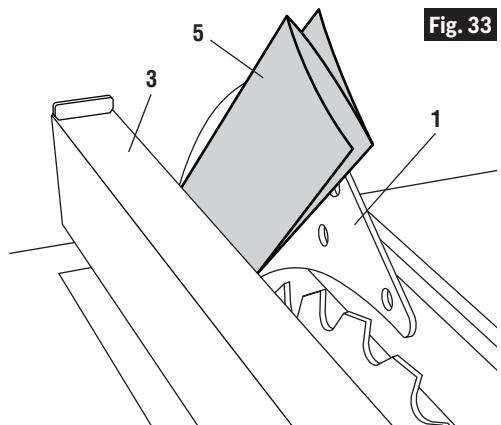

Fig. 33
4. En utilisant le guide de refente pour vous guider, vérifiez l'alignement du couteau séparateur avec le plan de la lame de la scie. Étant donné que le couteau séparateur est plus mince, par environ trois épaisseurs de papier de chaque côté, que la largeur du TRAIT DE SCIE de la lame (Fig. 31), vous devez fabriquer une « jauge d'épaisseur » en papier temporaire. Faites deux plis dans une petite feuille (6 po x 6 po) de papier journal ordinaire afin de créer trois épaisseurs. Placez la jauge d'épaisseur en papier **5** entre le couteau séparateur **1** et le guide de refente **3** (Fig. 33).